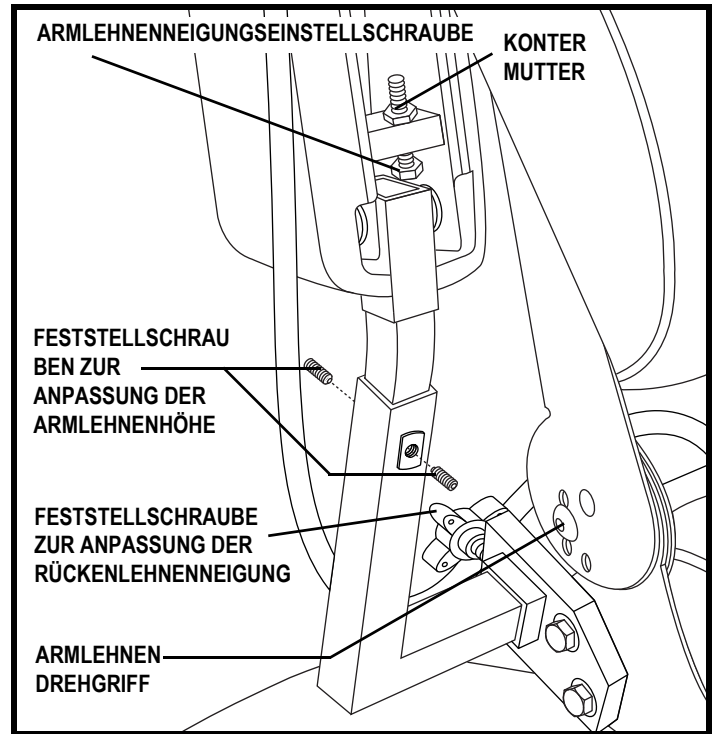

Abb. 17. Verstellung von Rücken-/Armlehne
1. Die Feststellschrauben von den beiden Sitzscharnieren entfernen. **Siehe Abbildung 17.**
1. Die beiden Armlehnen-Feststellknöpfe an der Armlehnenhalterung ausfindig machen. **Siehe Abbildung 17.**
1. Die Armlehne anheben, bis sie sich in senkrechter Position zum Boden befindet. **Siehe Abbildung 17.**